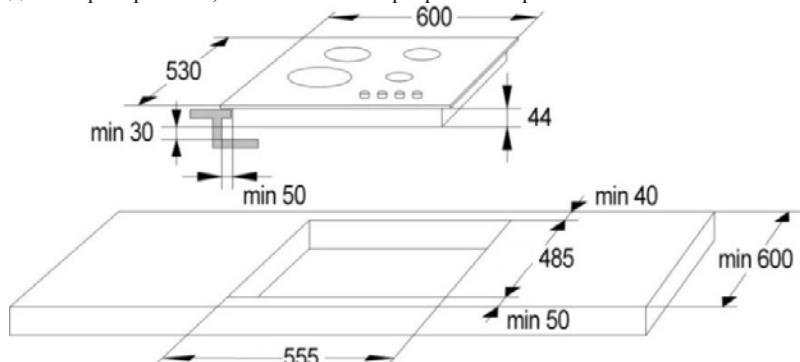
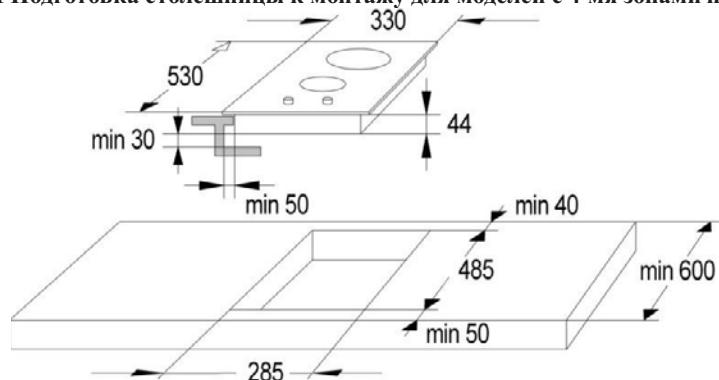

Рис. 1 Подготовка столешницы к монтажу для моделей с 4-мя зонами нагрева
Рис. 2 Подготовка столешницы к монтажу для моделей с 2-мя зонами нагрева
- Отверстие в столешнице выполнить согласно размерам, указанным на Рис. 1 и Рис. 2.